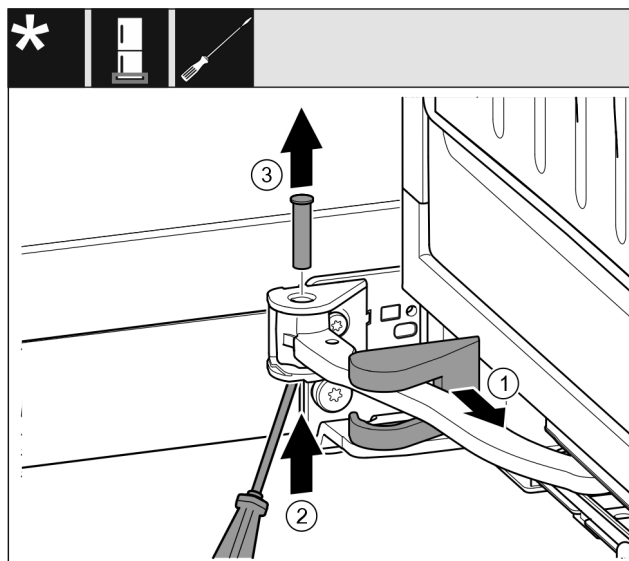

Fig. 15
- ▶ Húzza le a csapágybak fedelét Fig. 15 (1), és tolja el a csukló mentén.
- ▶ Csavarhúzóval emelje fel lentől a csapszeget Fig. 15 (2).
- ▶ Húzza ki felülről a csapszeget Fig. 15 (3).